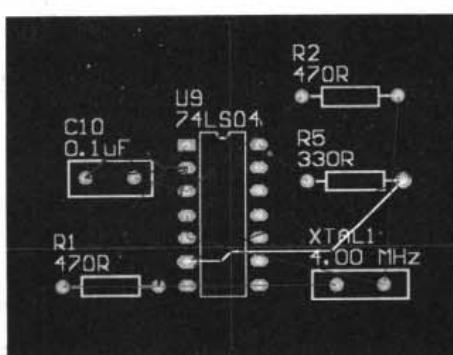

图 10-125 对选中连线布线
- Autoroute Connection: 对选中连线布线。选择该命令后，光标变为十字，将光标移至目标连线上，单击鼠标左键即可对被选中的连线进行布线，如图 10-125 所示。这时鼠标仍处于 Autoroute Connection 命令状态下，可以继续对下一条连线布线。单击鼠标右键，即可退出布线命令。